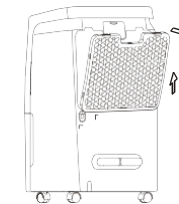

Fig. 8
- Coger los lazos del filtro y tirarlos hacia afuera y, posteriormente, hacia arriba, como se muestra en la fig. 8.